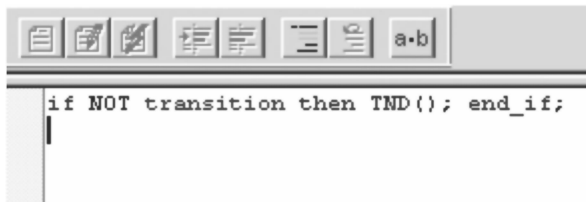

图 18-17 例程代码
6. 打开“逻辑”（Logic）例程并查看以下代码（程序中的第一行代码），如图 18-17 所示。